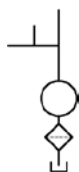

图 17.8.10 绘制直线（二）
(1) 用   命令，以圆的上象限点为直线起点，绘制长度值为 73 的垂直直线（图 17.8.10）。
(2) 按 Enter 键重复“直线”命令，以步骤（1）所绘制的直线中点为起点，绘制长度值为 51 的水平直线（图 17.8.10）。
(3) 按 Enter 键重复“直线”命令，以步骤（2）所绘制的直线中点为起点，绘制长度值为 20 的垂直直线（图 17.8.10）。